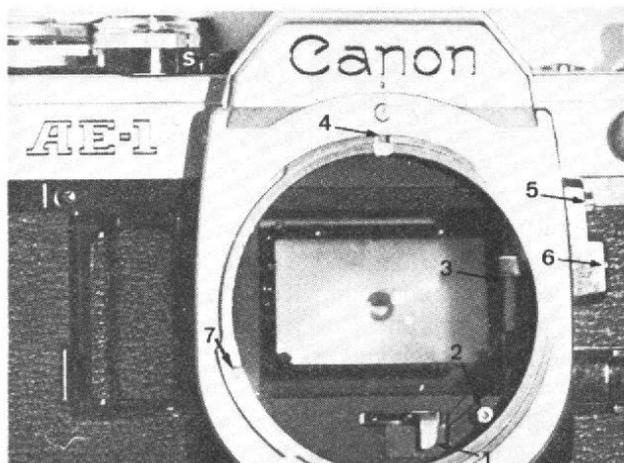

Fig. 14
de commande de P_2 sur la photographie de la figure 15 et le poussoir correspondant du boîtier, sur celle de la figure 14 (flèches 3 et 2 respectivement).
Vue de face, l'ouverture du boîtier montre, sur la figure 14, quelques-uns des éléments déjà examinés : l'ergot de transmission d'automatisme (7), le levier de présélection (1). L'encoche (4), creusée dans la monture à baïonnette, sert au positionnement de l'objectif. La came (3) assure l'automatisme de fermeture du diaphragme : elle est couplée au potentiomètre P_3 de la figure
commande l'enfoncement du poussoir (2) de la figure 14 ; (4) est le pion de choix de l'automatisme ou du semi-automatisme (il correspond à (7) sur la figure 14) ; enfin (5) est un ergot de positionnement de la monture d'objectif, dans la baïonnette du boîtier.
La figure 17 complète la figure 14. Elle montre à nouveau la came de diaphragme (1), la commande de présélection automatique (3) et le poussoir indiquant l'ouverture relative maximale de l'objectif (2). Cette même vue fait apparaître le soin apporté au câblage de la chambre, afin d'éliminer les réflexions parasites.